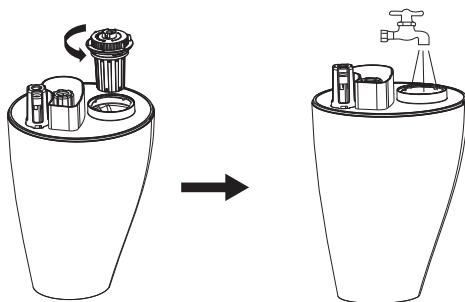

Рис. 3
- Откройте крышку резервуара для воды против часовой стрелки [рис. 3] и залейте воду в емкость. Температура воды не должна превышать 40 °C.